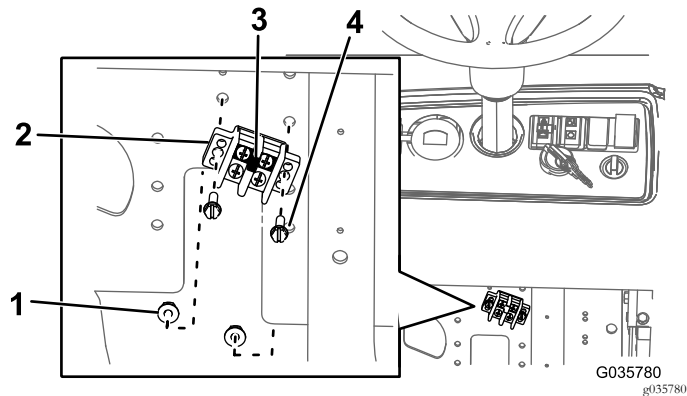

图14
- A. 将跳线条安装到地线盒上 图14。
- B. 如 图14 所示用 2 个螺栓 #10 x 3/4 英寸和 2 个螺母 #10 将地线盒安装到安装板上。